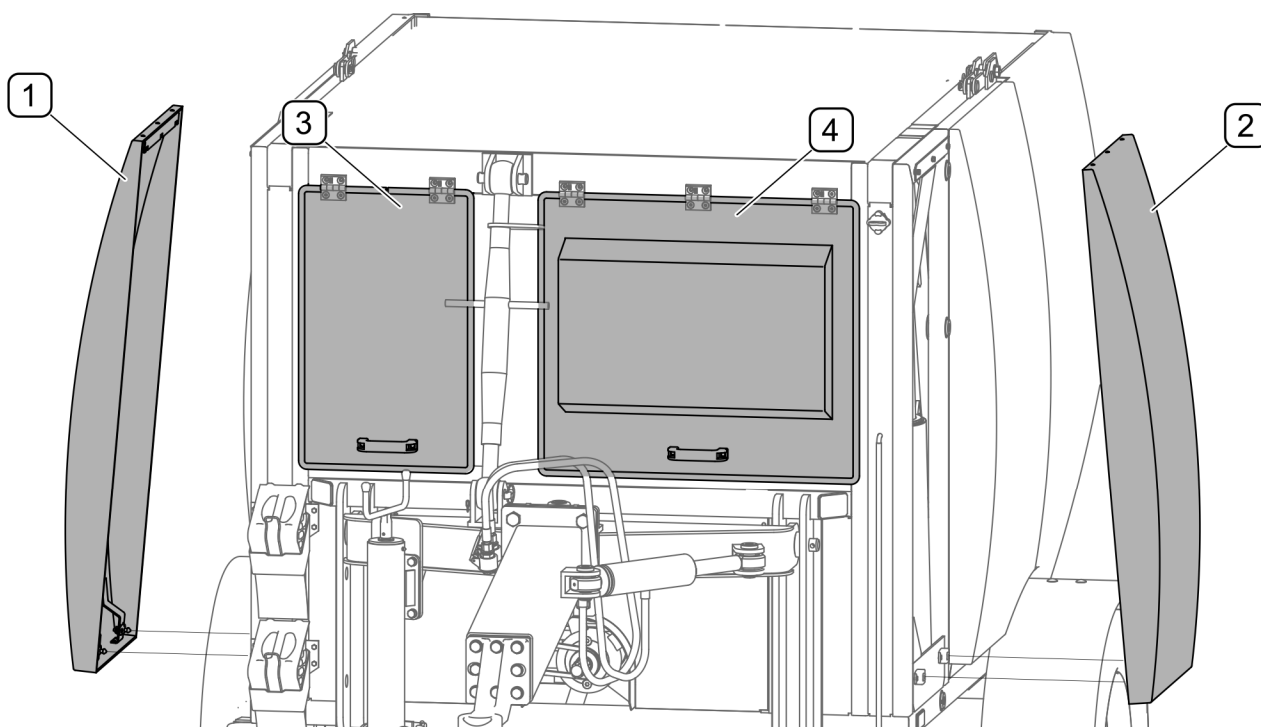

РИСУНОК 5.1 Знімні кришки
Підмітально-прибиральна машина ZMC2.0 оснащена знімними захисними кришками (РИСУНОК 5.1), що полегшують технічне обслуговування машини.
(1) - права бічна кришка; (2) - ліва бічна кришка; (3) - права передня кришка; (4) - ліва передня кришка
Права (1) і ліва (2) бічні кришки знімаються на час технічного обслуговування (РИСУНОК 5.1). Передні кришки (3) і (4) відкриваються вгору, вони фіксуються газовими пружинами.
Щоб унеможливити відкривання і закривання правого бічної кришки (РИСУНОК 5.1) необхідно опустити відкидну підніжку (РИСУНОК 5.33) (лише в машинах, оснащених відкидною боковою підніжкою)
Щоб надіти бічні кришки (РИСУНОК 5.1) необхідно: